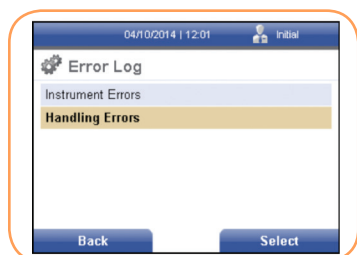

FIGURA 98
1. Use la tecla [↓] para desplazar el cursor hacia abajo al campo de texto Errores de manipulación de la pantalla Registro de errores (en Operador → *Ver registro de errores*) (Figura 98).